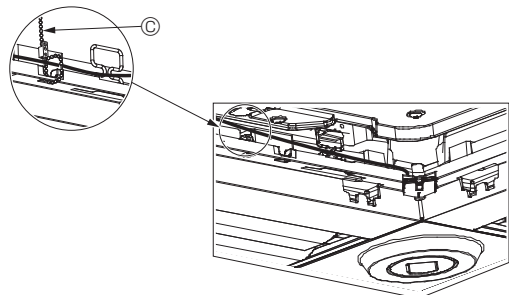

Fig. 6-13
- Fixez les fils du capteur i-See et du récepteur de signal au panneau à l'aide des fixations, comme indiqué sur le schéma, de sorte qu'il n'y ait pas de mou au niveau des fils, puis coupez le fil qui dépasse aux extrémités de la fixation. (Fig. 6-13)
- Si la position du capteur i-See a été permutée de la position "o" (E) à la position "□" (F), changez le paramétrage des commutateurs. (Voir page 11.)